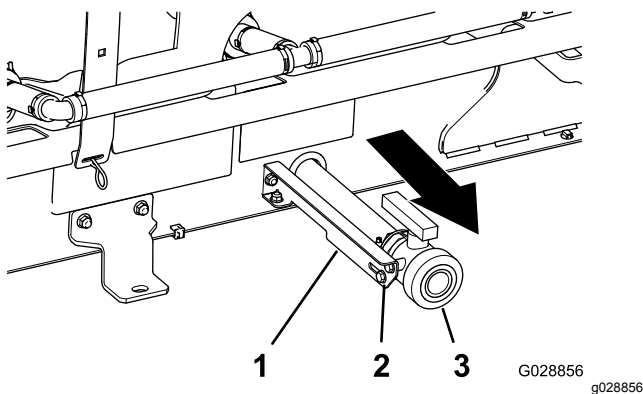

Bild 11
A. Lösen Sie die zwei Bundkopfschrauben an der linken Seite des Behälters, mit denen das Ablassventil an der Stützhalterung des Ventils befestigt ist (Bild 11).
- B. Schieben Sie das Ablassventil ganz nach außen in die Schlitz der Halterung (Bild 11).
C. Ziehen Sie die zwei Bundbolzen an (Bild 11).